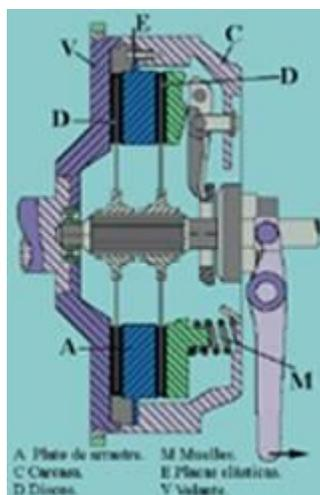

Fig. 16
**· Embrague de fricción de dos discos (fig. 16)**